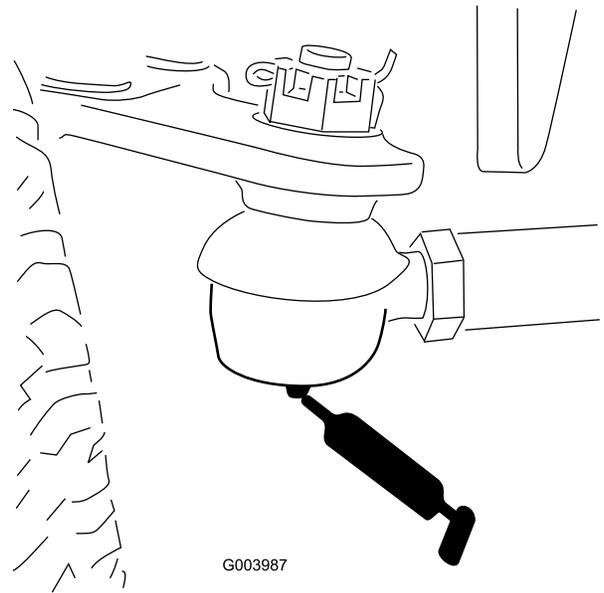

Figure 57
- Bielle d'essieu arrière (2) (Figure 57).